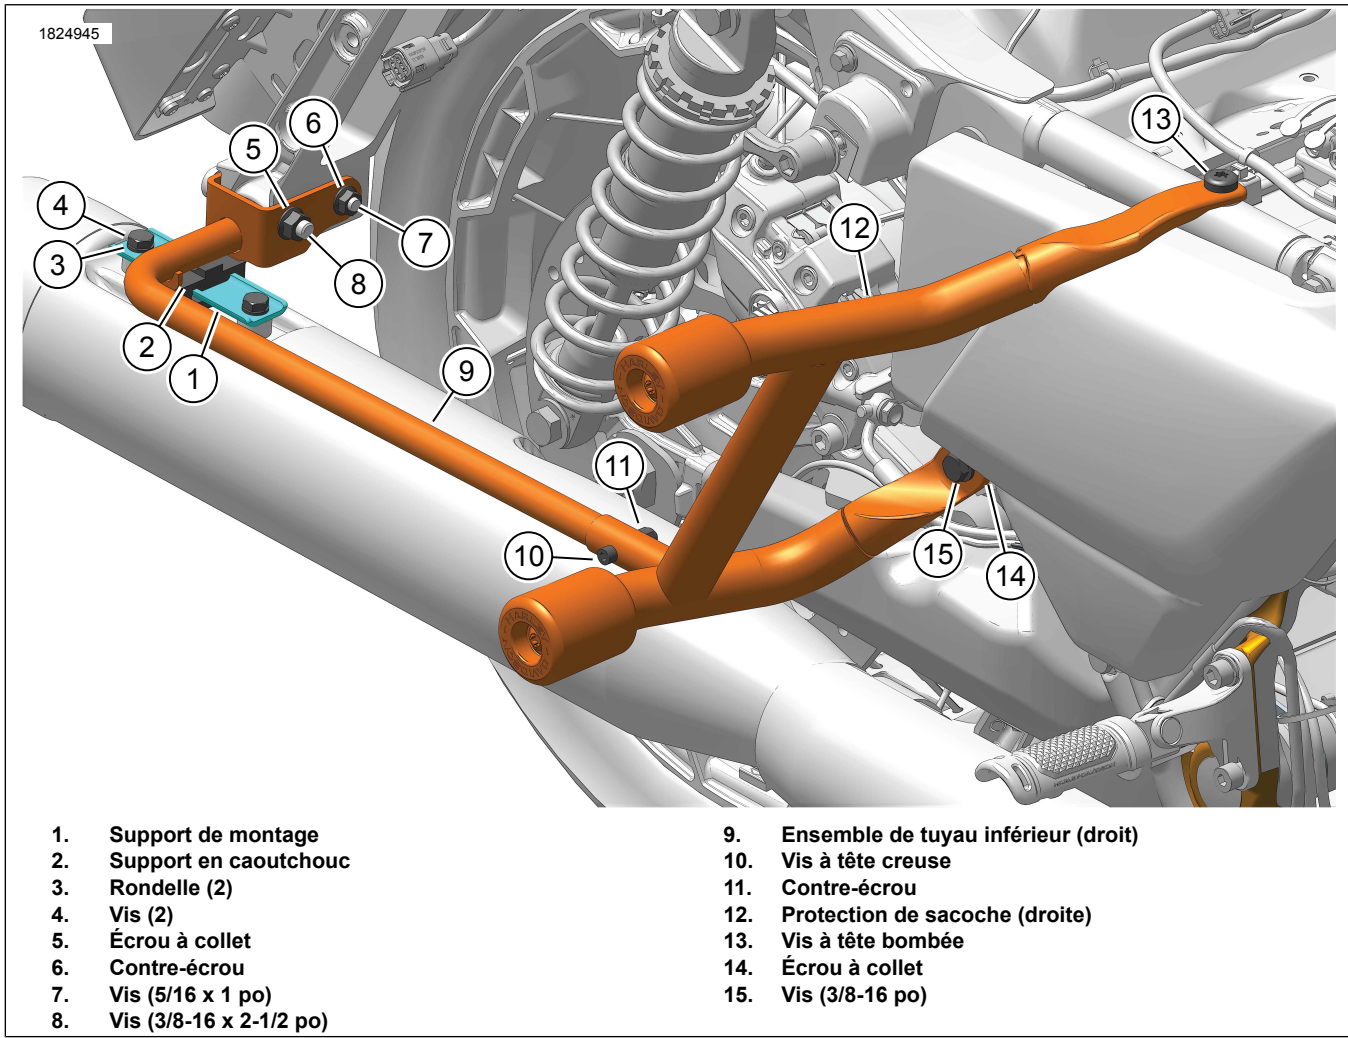

Figure 2. Ensemble de protection de sacoche
1. Voir la figure 2. Installer le support en caoutchouc (2) sur l'ensemble de tube inférieur (9).
2. Installer le support de montage (1) dans le support en caoutchouc (2).
3. Insérer l'ensemble de tube inférieur (9) dans la protection de sacoche (12).
- a. Installer la vis à tête creuse (10) et le contre-écrou (11) sans les serrer.
4. Installer l'ensemble de tube inférieur (9) sur le moulage de support.
- a. Installer la vis (8, retirée plus tôt) et l'écrou à bride (5) sans les serrer.
- b. Installer la vis (7, retirée plus tôt) et le contre-écrou (6) sans les serrer.
5. Installer la protection de sacoche (12) au milieu du cadre.
- a. Installer les vis à tête bombée (13) sans les serrer.
- b. Installer la vis (15) et l'écrou à bride (14) sans les serrer.
6. Installer le silencieux sans le serrer à l'ensemble de tube inférieur (9).